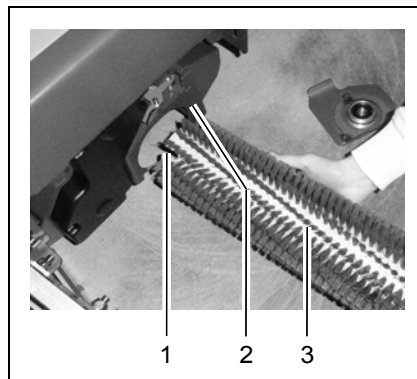

Abb. 7
6. Eine Hand unter die Walzenbürste (Abb. 7/3) legen und diese mit den Mitnehmernuten (Abb. 7/1) voran in das Gehäuse (Abb. 7/2) einschieben.